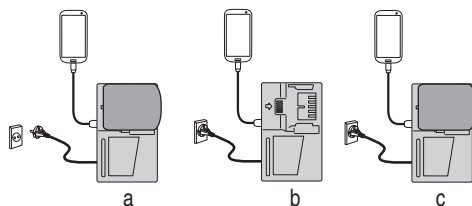

Fig. 8
- (1) Sélectionnez une méthode de charge
- Chargement d'un périphérique USB à l'aide d'une batterie (Fig. 8-a)
- Charger un dispositif USB à partir d'une prise électrique (Fig. 8-b)
- Charger un dispositif USB et une batterie à partir d'une prise électrique (Fig. 8-c)